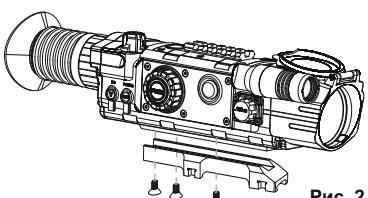

Рис. 2
- С помощью шестигранного ключа и винтов привинтите кронштейн к основанию прицела (см. рис.2).